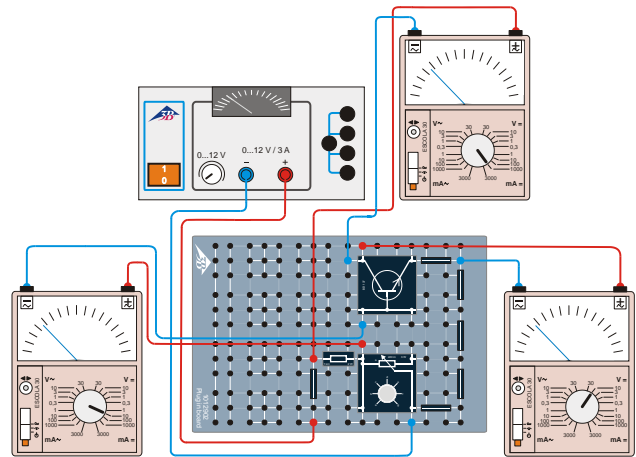

Fig. 4: Schema elettrico per la registrazione della caratteristica di controllo.
- Realizzare il circuito secondo Fig. 4. I tre multimetri analogici collegati servono per il controllo della tensione dell'emettitore-collettore  $U_{CE}$  così come per la misurazione dell'intensità di corrente di base  $I_B$  e dell'intensità di corrente del collettore  $I_C$ .